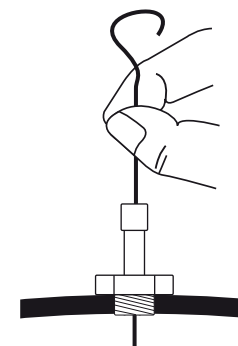

Figura 7
El regulador de presión se coloca en el tubo de escape hasta que cae libremente. Este permite la salida del exceso de presión. Siempre mire a través del tubo de escape antes de usar su olla para asegurarse de que está libre. Utilice un alambrito para limpiarlo (ver Figura 7).
- Asegúrese que el tubo de escape esté libre antes de cada uso. Este puede limpiarse con un alambre (Figura 7).